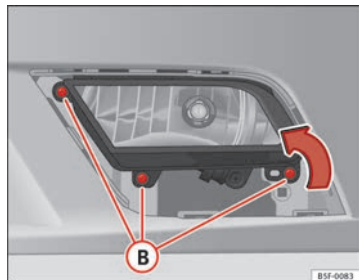

Abb. 147 Nebelscheinwerfer
- Entfernen Sie die Schrauben (3x) ⇒ Abb. 147 (B), um den Nebelscheinwerfer herauszunehmen.